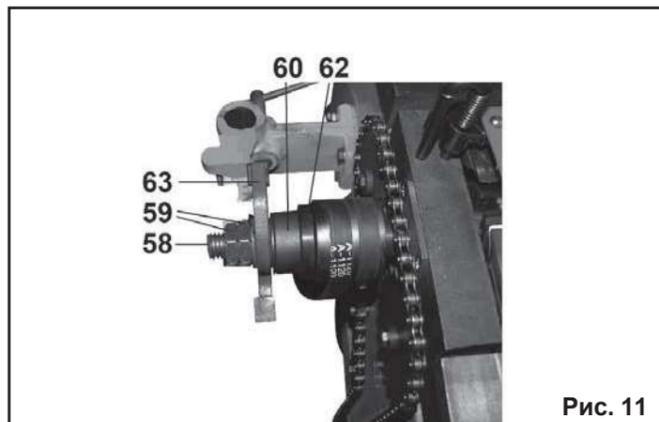

Рис. 11
прямую или косую насадную фрезу (63) в порядке, изображённом на Рис. 11.